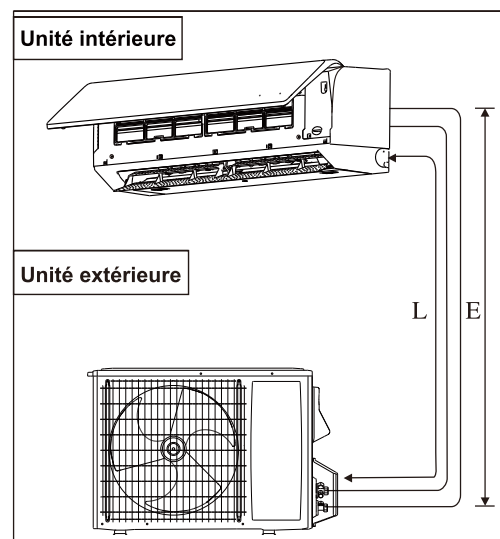

Fig 1.
- Couper le tuyau aussi droit que possible (voir Fig 1). S'assurer d'utiliser un outil d'ébarbage pour enlever tout burinage. Maintenir le tuyau avec l'ouverture tournée vers le bas pour empêcher les copeaux de métal d'entrer dans le tuyau (voir Fig 2).